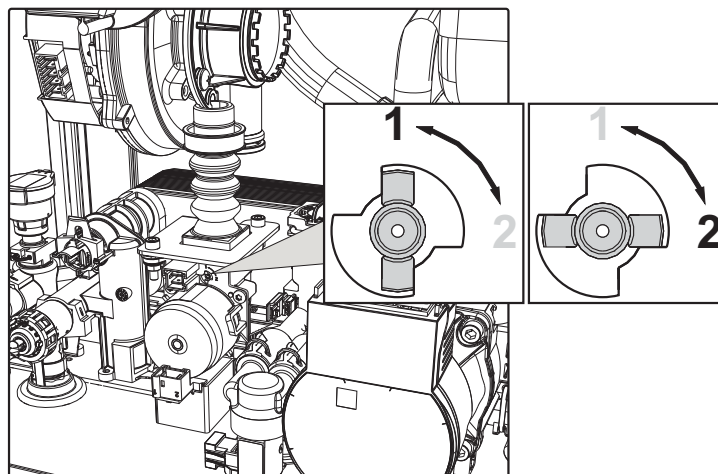

fig. 23
3. Rotiți Throttle (fig. 23) în funcție de poziția indicată în tabel 7.